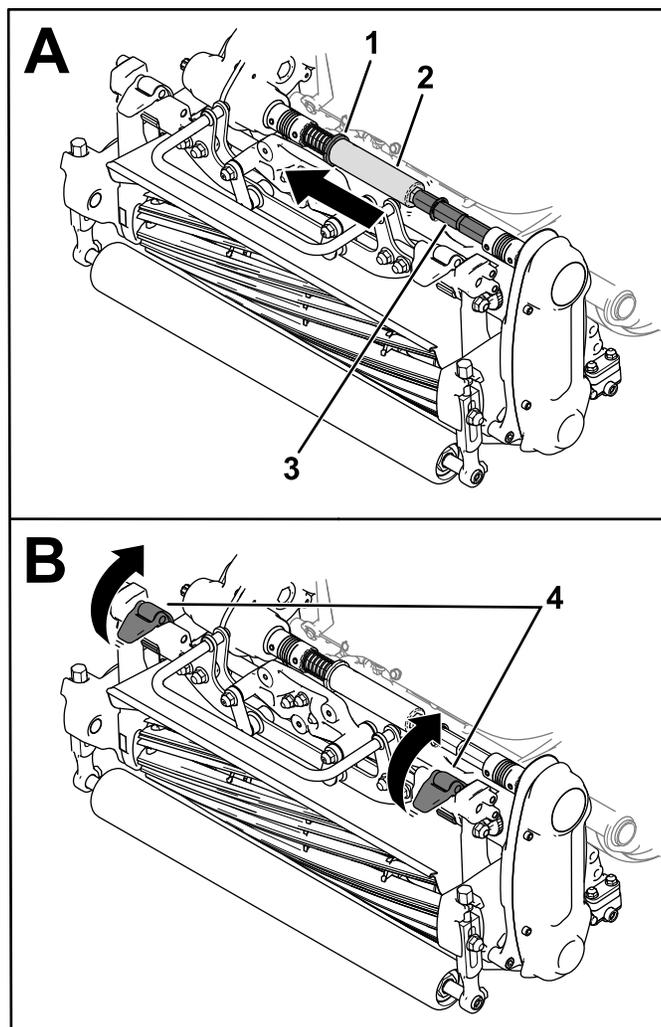

Figura 39
3. Mova o anel (Figura 39) para a ranhura da união da unidade de corte.
4. Deslize o tubo hexagonal para fora do veio da união da unidade de corte (Figura 39).
5. Mova os trincos da suspensão para cima para libertar a unidade de corte da máquina (Figura 39).